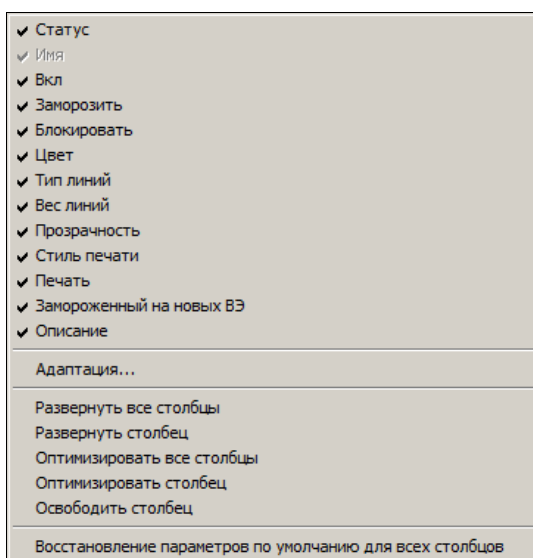

Рис. 5.18. Контекстное меню заголовков таблицы слоев
В самой табличной области находится список слоев чертежа и их характеристик (свойств). Каждый слой имеет характеристики, которые выводятся в виде заголовков столбцов. Если наименования столбцов не видны полностью, можно, установив курсор на разделитель между столбцами, двигать его влево или вправо до такого положения, при котором нужные наименования читались бы хорошо. Другой способ — щелкнуть правой кнопкой мыши на строке заголовков столбцов, после чего откроется контекстное меню (рис. 5.18).
- ◆ **Пояснение** (Description) — текстовый комментарий к слою или группе (в меню на рис. 5.18 этот пункт русской версии назван **Описание**).